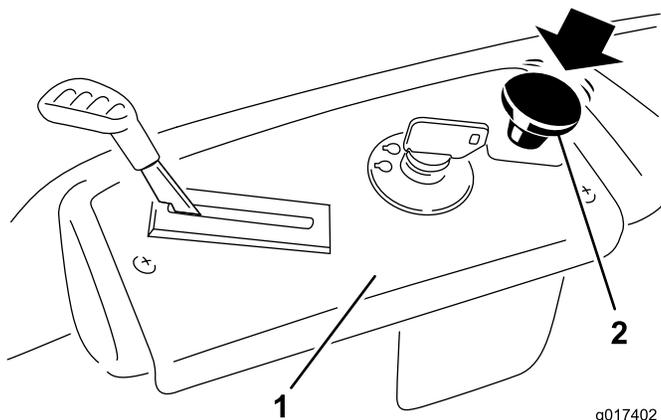

Figura 12
2. Desengrane las cuchillas moviendo el mando de control de las cuchillas a Desengranado (Figura 12).